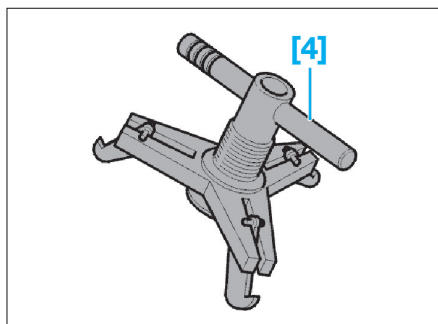

FIG. 9
- [4]. Compresseur pour mécanisme d'embrayage (réf : 999 5662) (Fig.9).